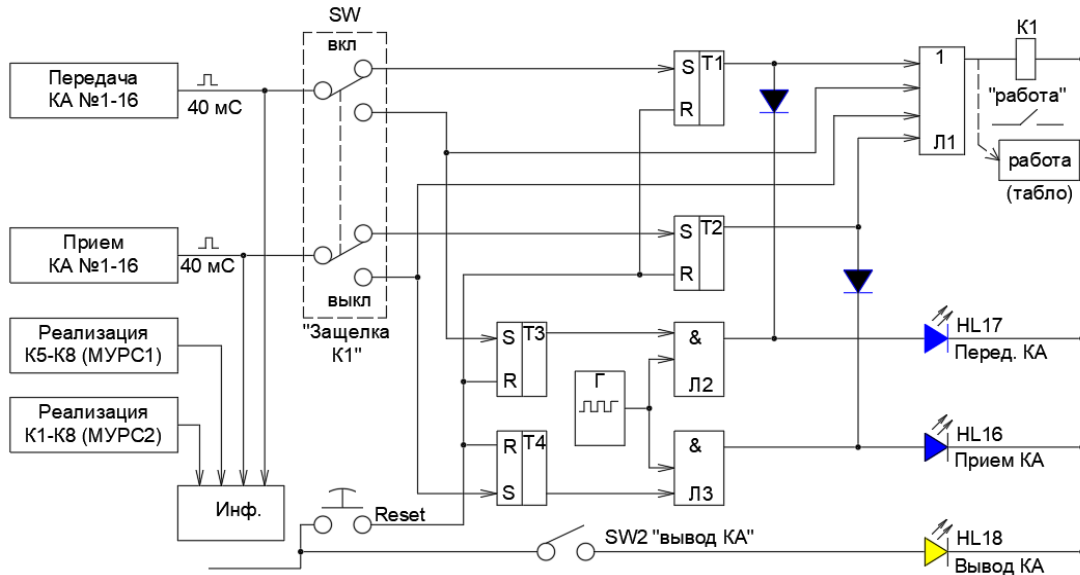

Рисунок 8.5.2 - Алгоритм сигнализации передачи/приема КА
**Сигнализация передачи/приема команд автоматики («работа»)** реализована по алгоритму (рисунок 8.5.2).